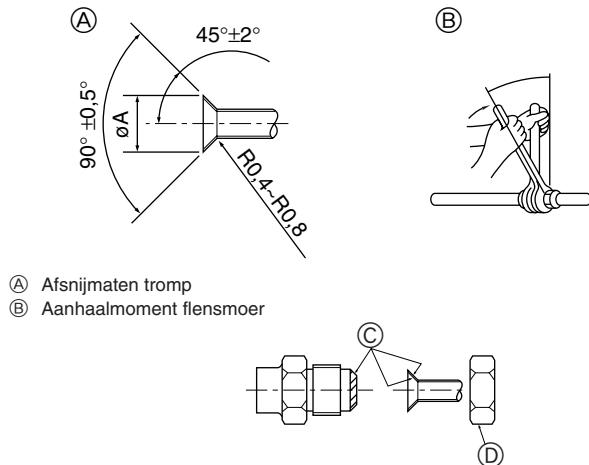

Fig. 4-1
4.2. Aansluiten van de pijpen (Fig. 4-1)
- Doe een dun laagje koelmachineolie op de leiding en het aansluitingsoppervlak voordat u de "flare"-moer vastdraait. ④
- Draai met gebruik van twee pijptangen de aansluitende leidingen vast. ⑤
- Breng koelolie aan op de aansluitingsoppervlakken. ⑥
- Gebruik de flensmoeren voor de volgende pijpaafmetingen. ⑦
Ⓐ (Fig. 4-1)
Ⓑ (Fig. 4-1)